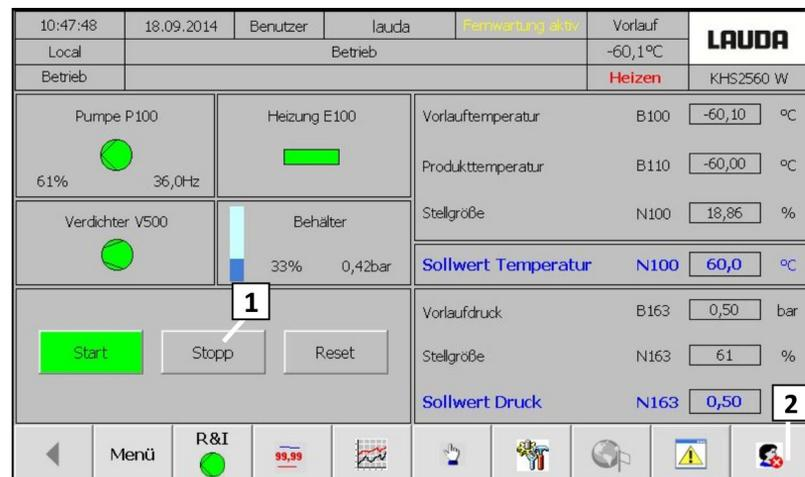

Fig. 76: Desconexión
1. Pulsar botón [Parada] en la pantalla de visualización (pantalla táctil) (Fig. 76 [1]).
2. Usuario cerrar sesión (Fig. 76 [2]).